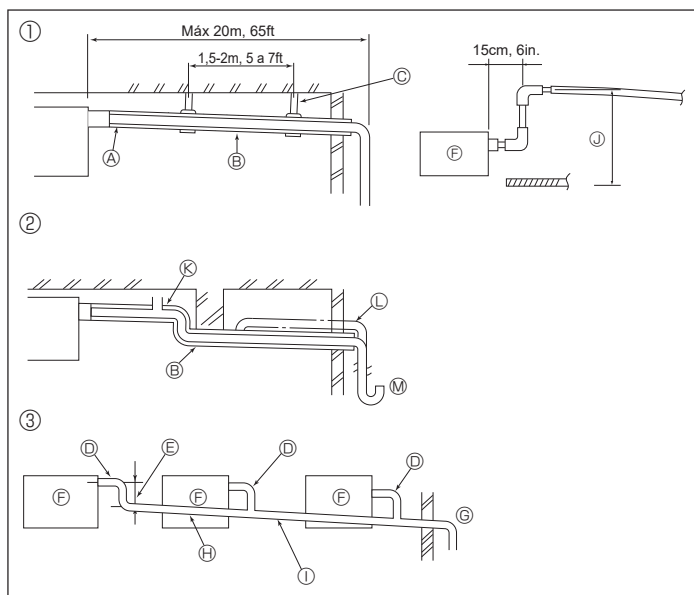

Fig. 4-1
4.1. Tubería de drenaje (Fig. 4-1)
- ① Tubería correcta
- ② Tubería incorrecta
- ③ Agrupación de tuberías